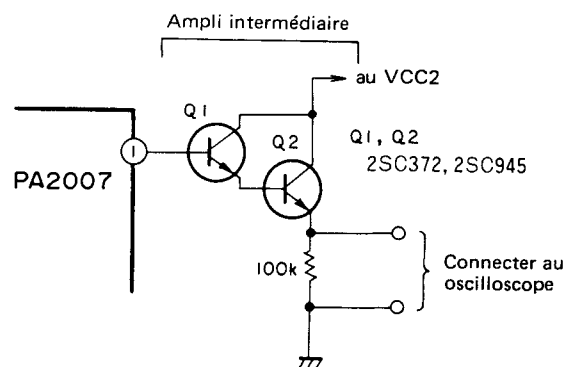

Fig. 11-4 Connexion de l'amplificateur intermédiaire
2. Brancher un amplificateur intermédiaire sur la broche 1 du CI PA2007 et connecter la sortie à un oscilloscope (Fig. 11-4).